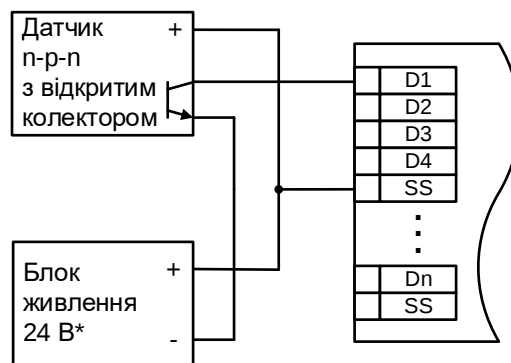

Рисунок 5.8 – Схема підключення датчиків н-п-п типу з відкритим колектором
- транзисторний ключ типу n-p-n (див. рисунок 5.8);